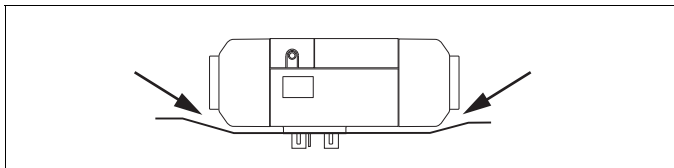

Abb. 7 Auf Freigängigkeit achten!
- ▶ Sicherstellen, dass das Gehäuse des Heizgeräts in der Einbauposition an keiner Stelle anliegt (siehe Abb. 7).
siehe Abb. 3 und Abb. 7